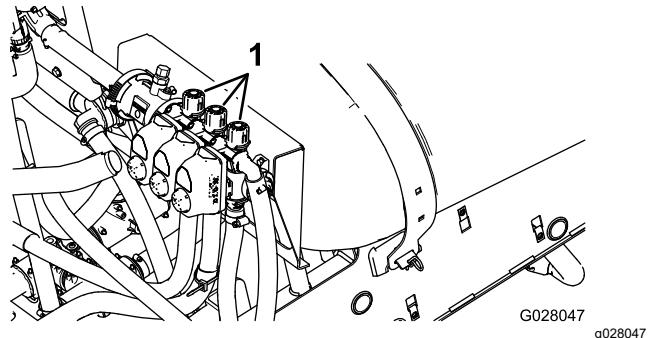

Figure 85
2. Placez la commande de section gauche en position désactivée et tournez le bouton sur la vanne de dérivation section gauche (Figure 85) jusqu'à ce que la pression indiquée corresponde à celle réglée précédemment (généralement 2,75 bar ou 40 psi).
4. Tournez le bouton de la vanne de dérivation de la section droite (Figure 85) jusqu'à ce que la pression indiquée corresponde à celle réglée précédemment (généralement 2,75 bar ou 40 psi).
6. Tournez le bouton de la vanne de dérivation de la section centrale (Figure 85) jusqu'à ce que la pression indiquée corresponde à celle réglée précédemment (généralement 2,75 bar ou 40 psi).